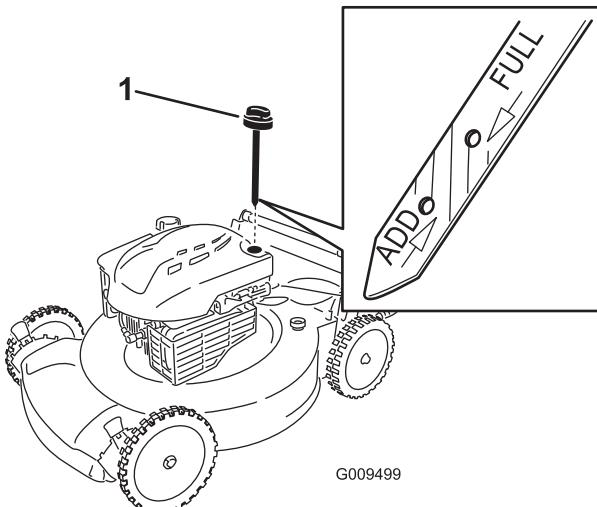

Bild 19
- Nehmen Sie den Peilstab aus dem Öleinfüllstutzen (Bild 19).